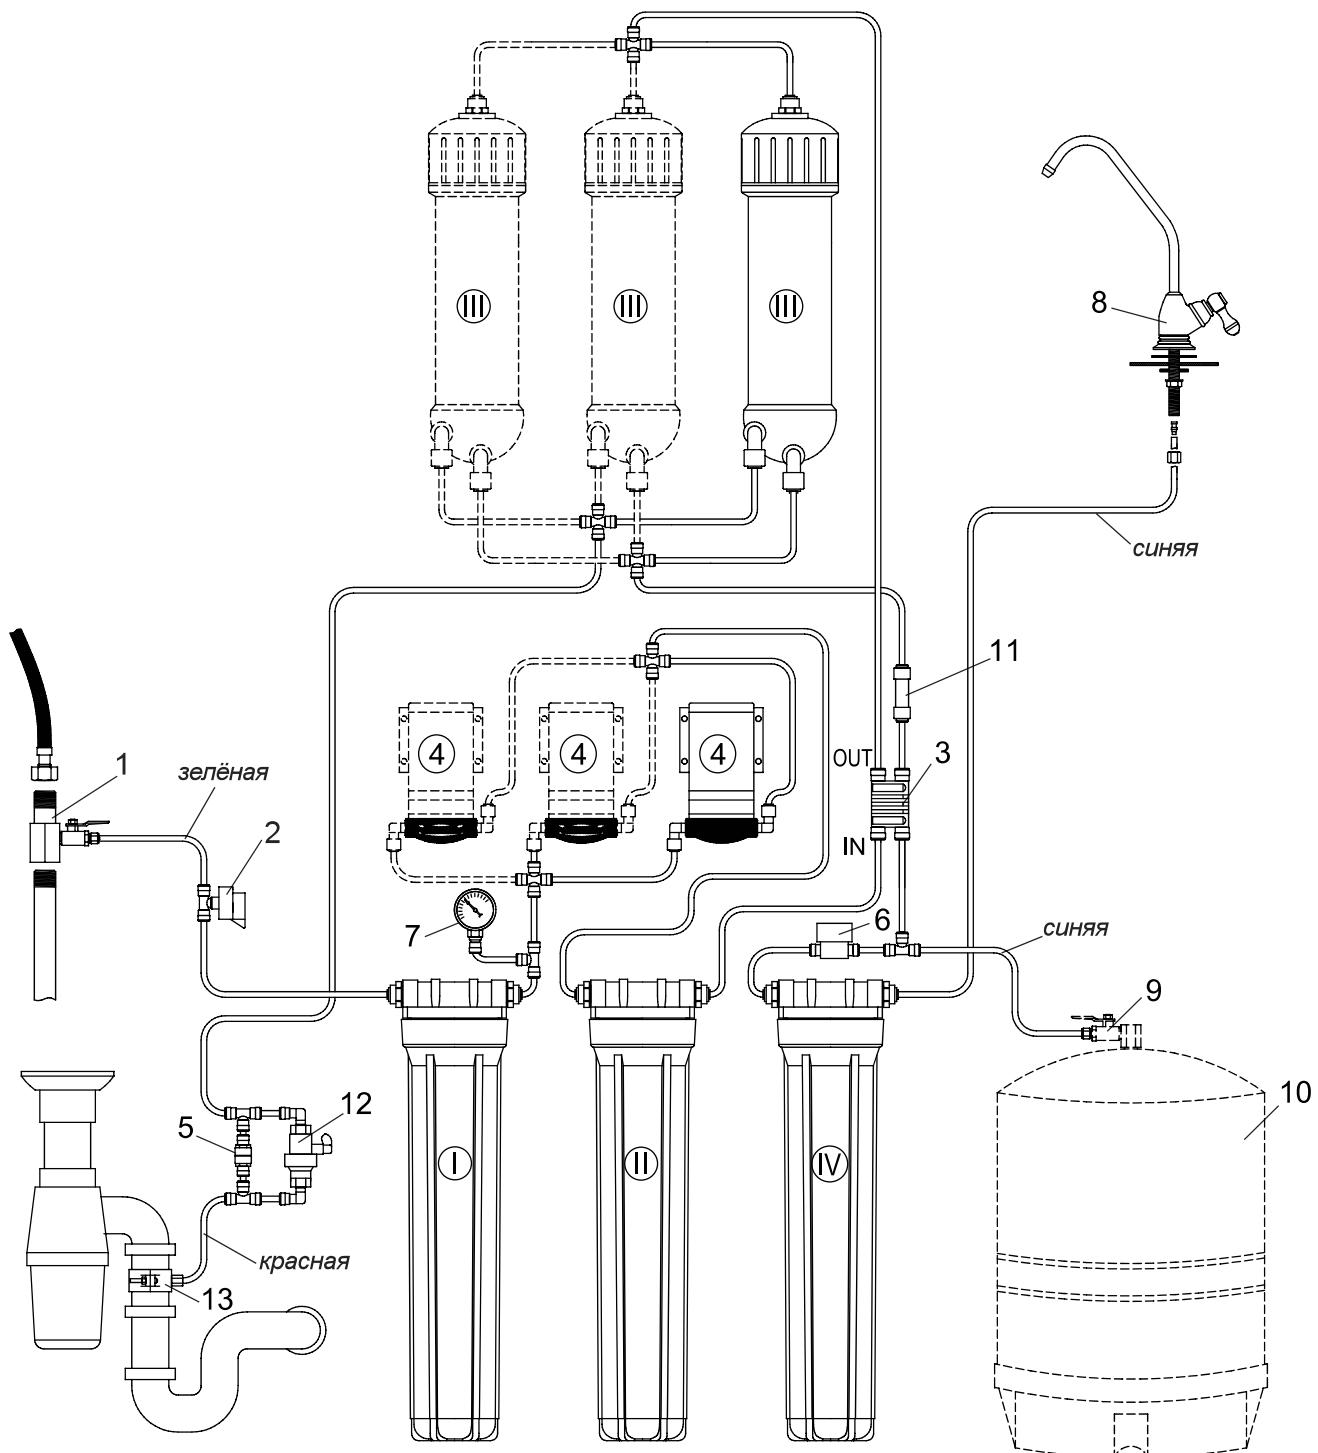
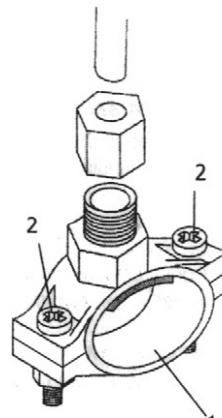

Рис. 1
Рис. 4
- свободный конец трубки присоедините к корпусу механического фильтра I (рис. 1).
Прикрутите кран 9 к адаптеру, уплотнив резьбу (см. рис. 1).*)
Красной трубкой соедините корпус контроллера дренажа (рис. 1, поз. 5), пропустив трубку через хомут (рис. 4, поз. 1), вставьте ее в просверленное отверстие.